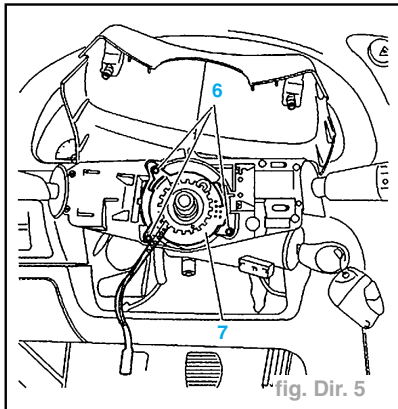
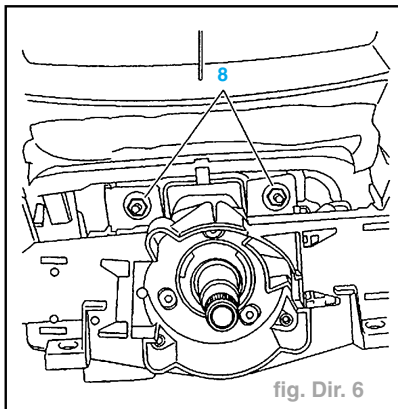

fig. Dir. 5
fig. Dir. 6
- les vis (6) (fig. Dir. 5),
- le contacteur tournant (7).
- les écrous (8) (fig. Dir. 6),
- (1) outil de positionnement de colonne de direction 8206-T.
- Mettre l'outil (1) à la cote A = 9 mm à l'aide d'un outil tranchant.